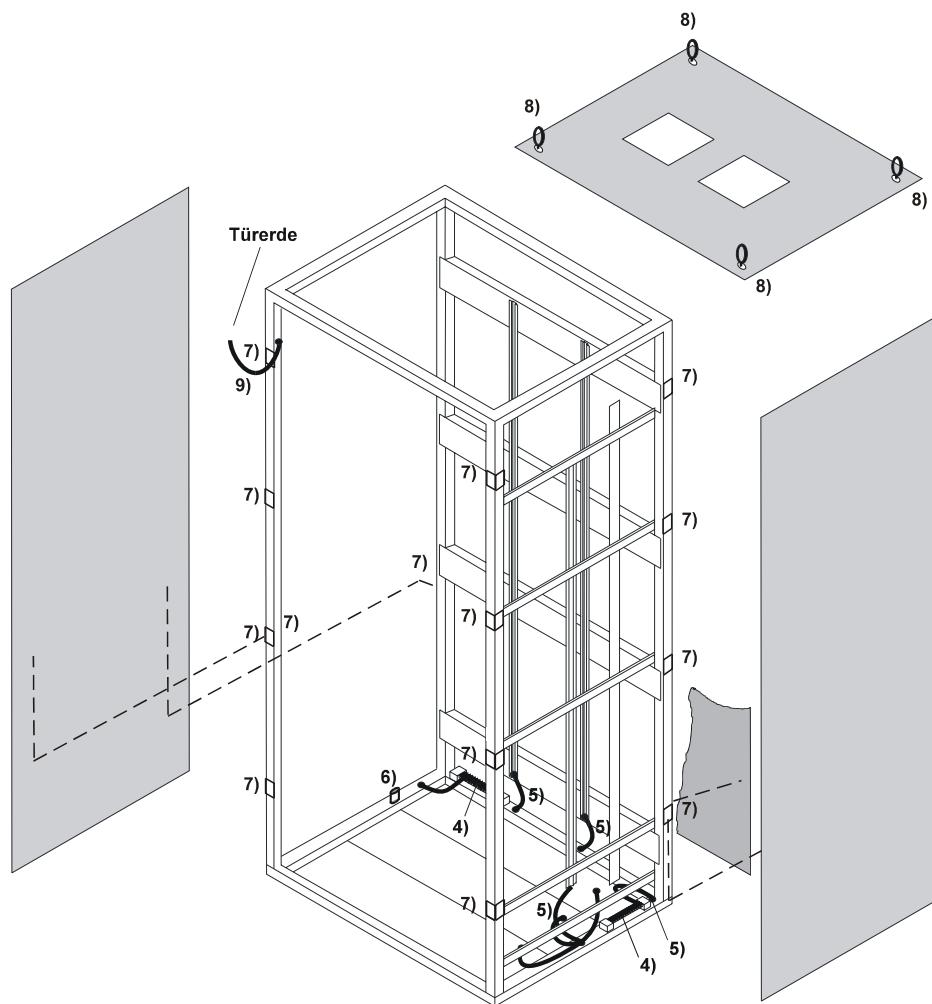

Abbildung 6: Verlauf der Erdungsbänder, Positionen der Erdungsklemmen
Das Dachblech ist über die vier Trageösen (8) (siehe Abbildung 6) mit dem Schrankgerüst verschraubt. Seitenwände und Rückwand sind über Erdungskrallen (7), das Bodenblech über Schrauben mit dem Schrankgerüst leitend verbunden.
#### Krallenklemmen (Position 7 in Abbildung 6)
#### Zentraler Erdungspunkt (Position 6 in Abbildung 6)
#### Trageösen (Position 8 in Abbildung 6)